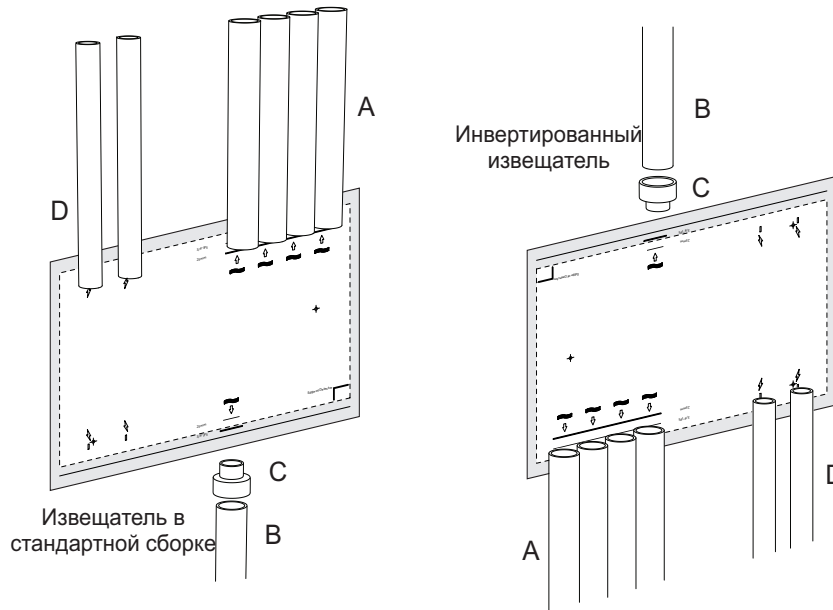

Рис. 4-25: Расположите кабелепровод и трубы
4. Расположите впускные трубки (A) на отмеченных центральных линиях (Рис. 4-25).
6. Расположите выхлопные трубки (если они используются) (B) на отмеченной центральной линии:
- Для дюймовых труб установите трубных адаптер (C) и обрежьте трубу по внешней линии глубины, нанесенной на монтажном шаблоне.
7. Расположите кабелепровод (D) на отмеченных центральных линиях.